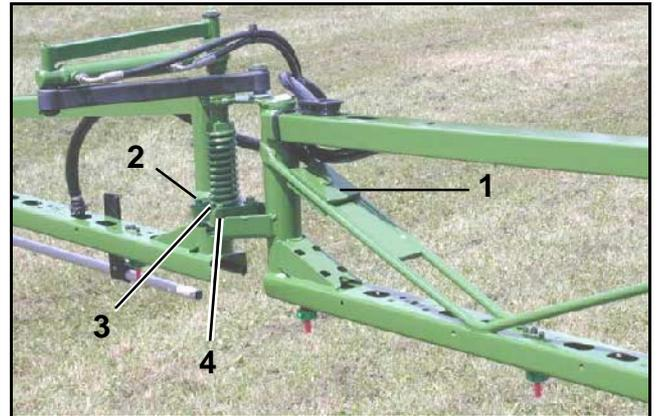

Fig. 8.31
Si éste no fuese el caso, con compensación **desbloqueada** de oscilaciones alinear el varillaje desplegado mediante contrapesos (Fig. 8.31/1). Fijar los contrapesos correspondientemente en el brazo de extensión.
- Aflojar tornillos (Fig. 8.31/2) lengüeta de fijación (Fig. 8.31/3). La alineación se efectúa directamente en la garra de plástico (Fig. 8.31/4) a través de los agujeros alargados de la lengüeta de fijación.
- Apretar los tornillos (Fig. 8.31/2).